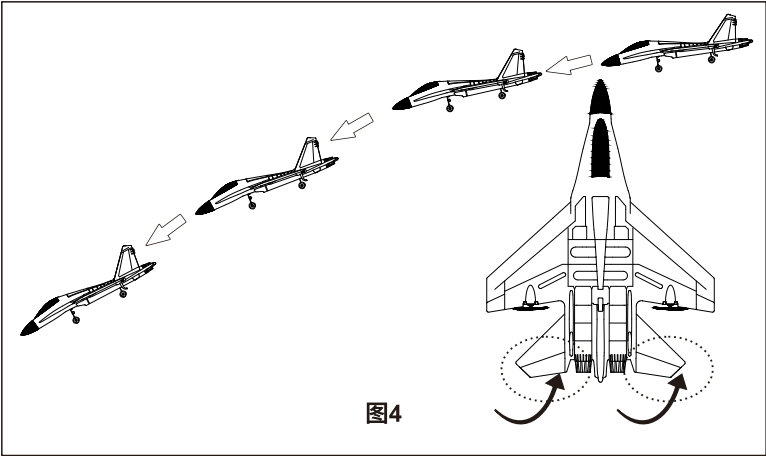

图4
1. 飞机起飞时不抬头，可以将水平尾翼翼向上调整《如图4》。